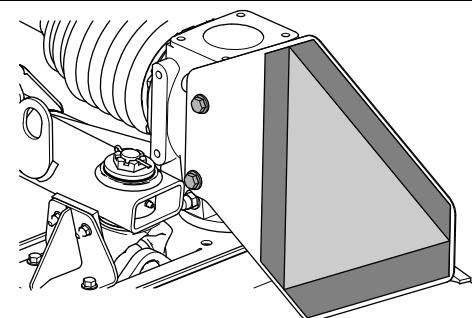

Figura 1
1. En la caja de engranajes de la carcasa derecha, oriente la señal de vehículo lento con el lado reflectante hacia atrás (Figura 1).
2. Alinee los taladros de la señal de vehículo lento con los taladros roscados de la caja de engranajes, como se muestra en la Figura 1.